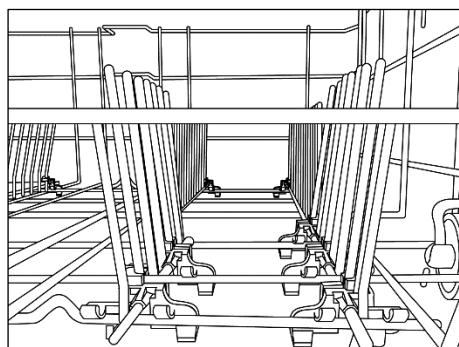
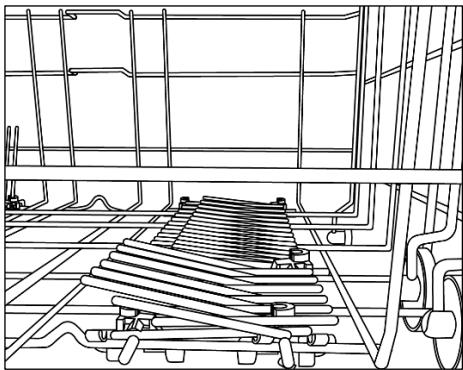

Fig. 2
Fig. 3
- Le lave vaisselle est doté d'un tuyau pour la prise d'eau avec un embout fileté 3/4" (fig. 2).
• COUPURE DE L'EAU (fig. 3)
- Puis lâchez-le lentement dans la position correcte (fig. 2).
N.B.: NE SOULEVEZ JAMAIS ET NE BAISSEZ JAMAIS LE PANIER D'UN SEUL CÔTÉ UNIQUEMENT (fig. 3).
Des supports pliables (fig.2 et fig.3) peuvent être fournis dans le panier inférieur pour optimiser la stabilité de la vaisselle. Les supports peuvent être relevés ou abaissés pour accueillir des tailles et ou des formes qui ne sont pas standard, pour un maximum de flexibilité.
- Pour un entretien facilité, le réservoir central est amovible (fig.2).
- Retirer la plaque métallique (fig.3) et laver l'ensemble du système de filtrage sous le robinet d'eau. Si nécessaire, une petite brosse peut être utilisée.